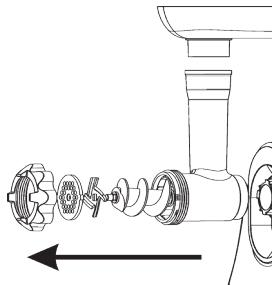

рис. 13
8.2.2 Выньте внутренние части загрузочной горловины, как указано на рис. 13.